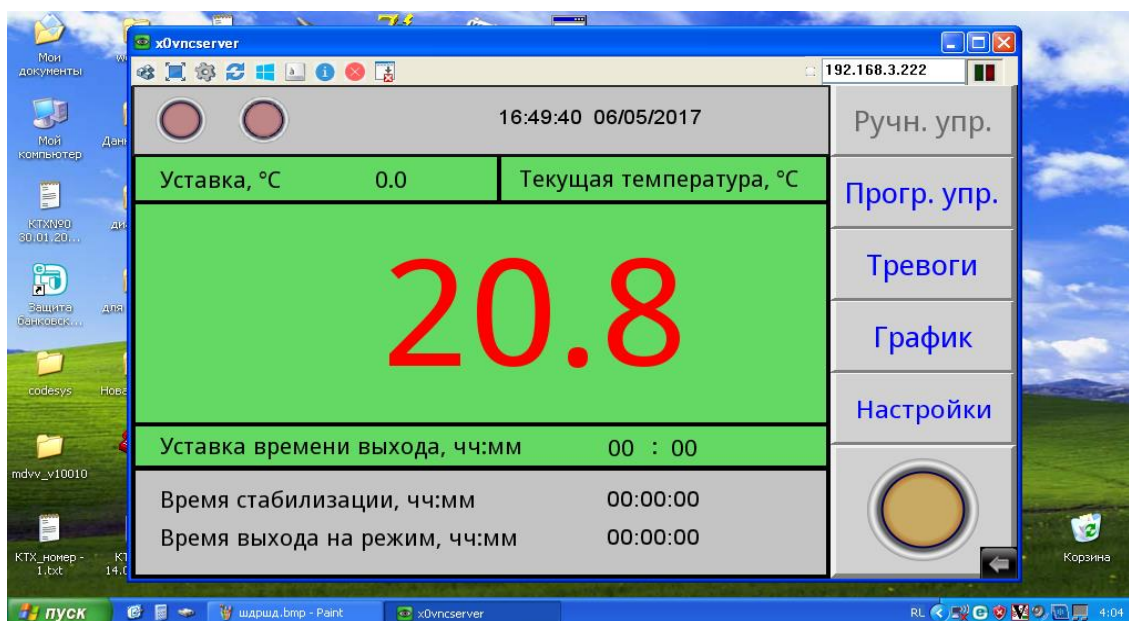

Рисунок 6 – Окно удаленного доступа к изделию через Ethernet
12. После ввода пароля будет отображено окно рисунок 6, функционально и визуально повторяющее экран контроллера, позволяющее как наблюдать, так и управлять процессами в изделии.